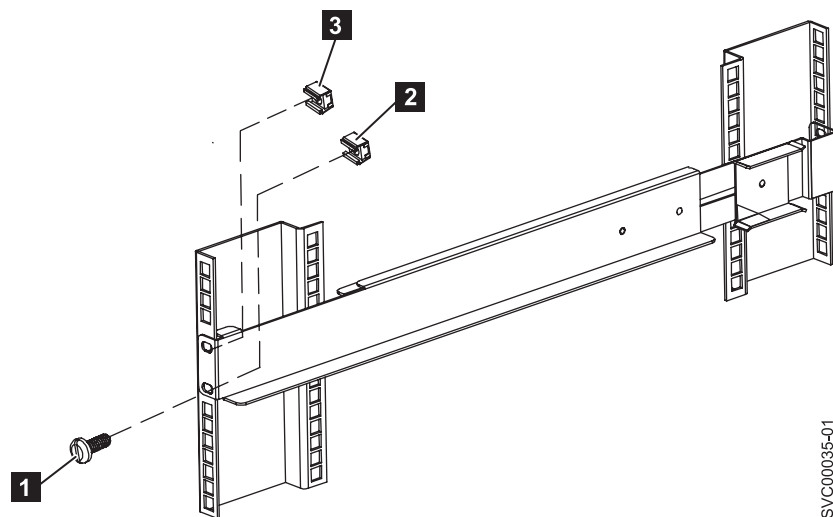

図 11. 2145 UPS-1Uへの前部レールの固定
7. 2つのクリップ・ナット (図 11 の **2** および **3**) をラック前面に取り付け、次に、下部の取り付け穴 **1** に M6 x 10 ねじを 1 つだけ使用して、レールを取り付けます。